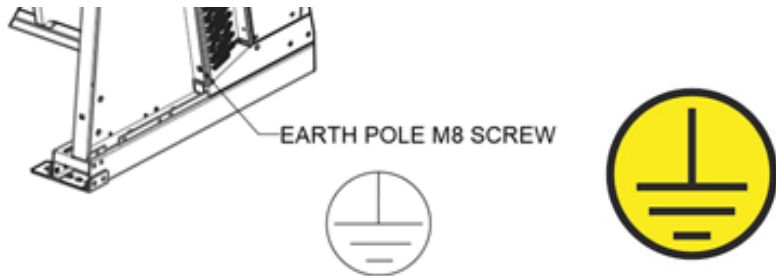

Fig. 6.3 - Particolare della posizione del polo di terra
Bevor die Einheit an das Stromnetz angeschlossen wird, ist sicherzustellen, dass geeignete Vorrichtungen zur Trennung und Abschaltung vom Netz, zum Schutz gegen elektrischen Schlag, zum Schutz der Ausrüstung sowie alle weiteren gemäß den geltenden Normen vorgeschriebenen Einrichtungen verwendet wurden. Der Rahmen jedes Modells ist mit einem Schutzleiteranschluss (PE) und einer entsprechenden Kennzeichnung versehen. Es ist verpflichtend, den Schutzleiteranschluss des Modells mit der Anlage oder dem externen Erdungsleiter zu verbinden (siehe Fig. 6.3).